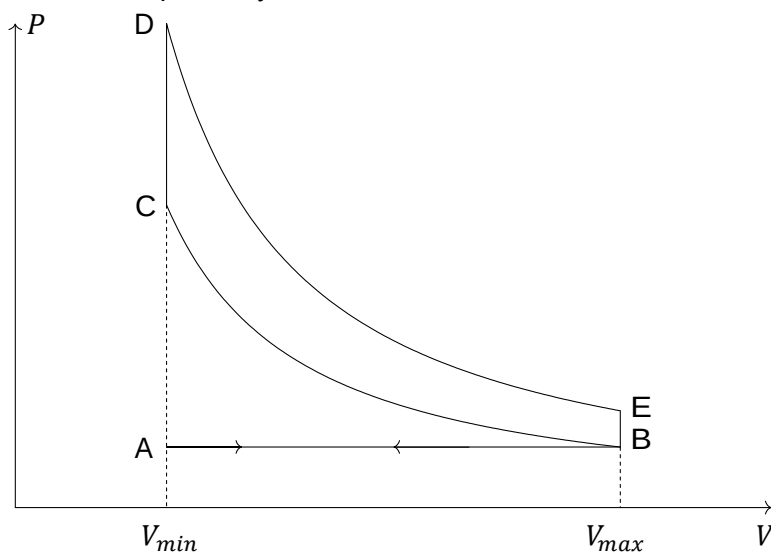

Figure 3 – Le cycle de Beau de Rochas en diagramme (P, V)
La figure 3 donne le cycle de Beau de Rochas en diagramme (P, V) décrit par une quantité donnée de (G) admise dans l'un des quatre cylindres :